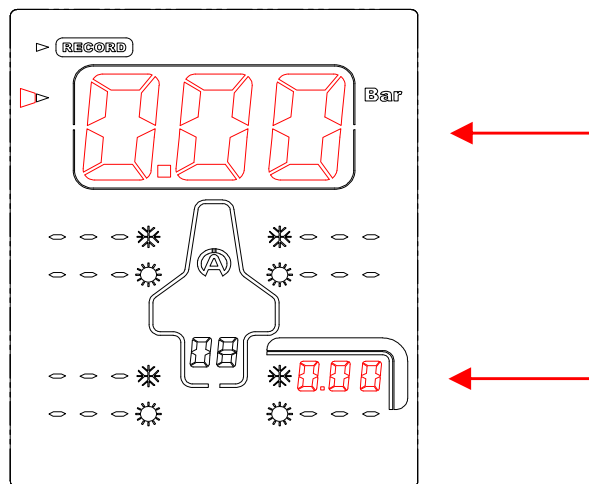

Ilustración 2
- 2) Seleccione el icono «**CADRAN**» (*ilustración 2*) utilizando el botón  u .
En el ejemplo (*ilustración 2*) el Tyrecontrol está preparado para guardar. La primera captura en el Conjunto «08» antes del recorrido , («Conjunto» libre) comenzando por el neumático trasero de la derecha.